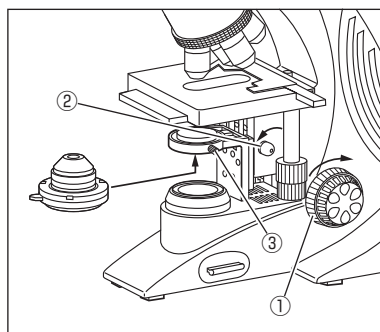

図4
1. 粗動ハンドル①を調整してステージを最高の位置にします。(図4)
2. コンデンサー上下ノブ②を調整して、コンデンサー用ブラケットの位置を適当な場所に降ろします。
3. コンデンサーの固定ネジ③を緩めます。
5. 固定ネジ③を固定し、コンデンサー上下ノブ②を調整して、最高の位置にします。